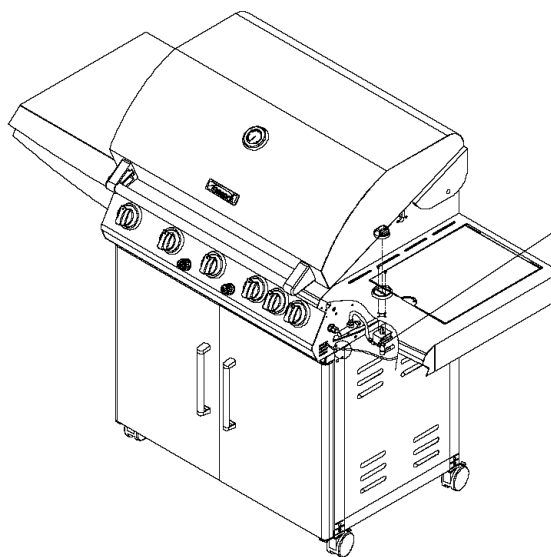

Figura 1
- Inserte el ensamble de la válvula de gas del fogón dentro del tubo del fogón. (Vea la figura 1). Asegúrese que el orificio esté correctamente dentro del tubo del fogón (vea la advertencia en la página 3), o al encender el fogón puede causar una explosión o incendio.
- Inserte el ensamble de la válvula de gas a través del hoyo para la válvula de gas en el marco del fogón lateral. Alinee los 2 hoyos en el marco del fogón lateral con los hoyos enroscados en el soporte de la válvula de gas del fogón lateral. Luego inserte los dos (2) tornillos de cabeza Phillips M4x8mm con las arandelas proporcionadas y apriételos con seguridad.